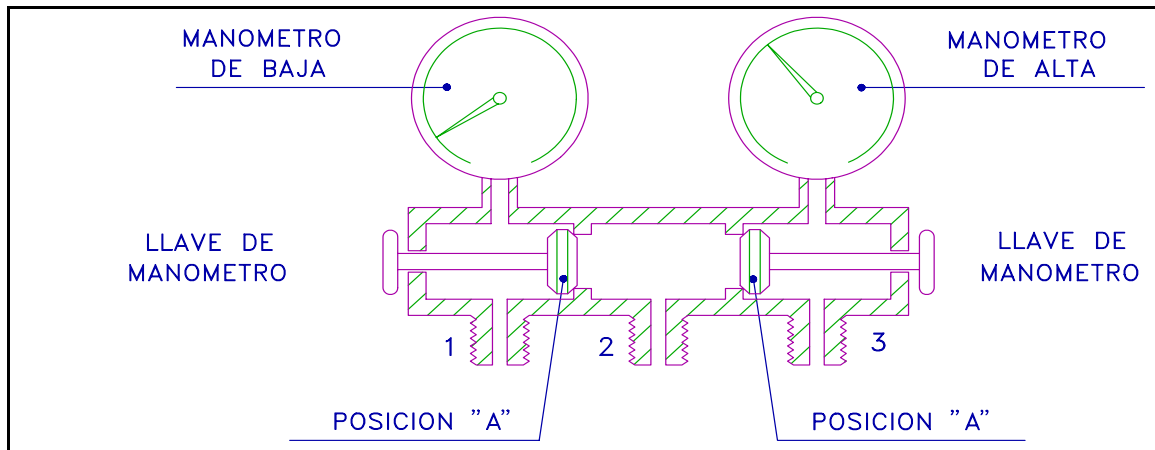

Fig.10
- Cuando la aguja del manómetro de baja se estabilice en una posición próxima a -1 Kg/cm^2 , cerrar las llaves del juego de manómetros, posición "A" (fig. 10).